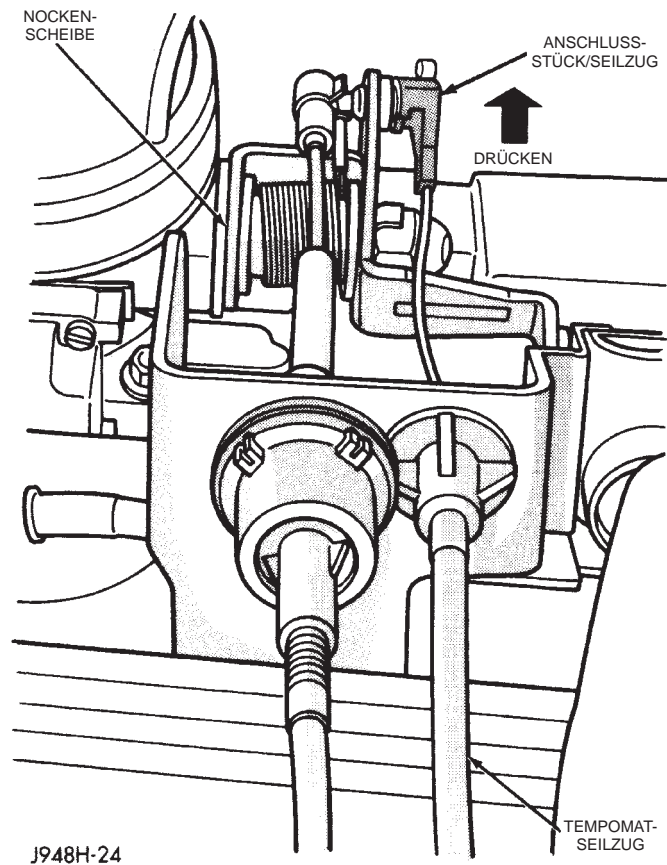

Abb. 5 Tempomat-Seilzug an der Nockenscheibe aus- bzw. einhängen
- (1) Batterie-Minuskabel (-) von der Batterie abklemmen.
- (2) Anschlußstück des Seilzugs mit den Fingern vom Stift an der Nockenscheibe abziehen (Abb. 5).